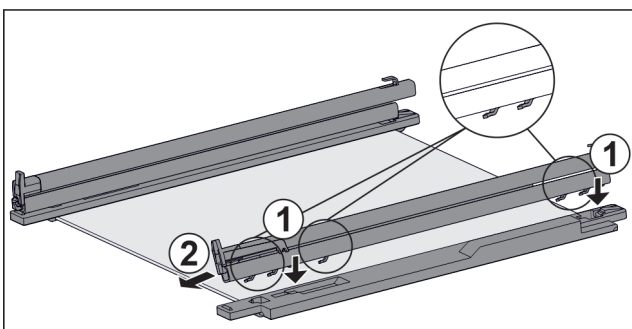

Fig. 131 Glasplaat met rails en vasthouddelen
- ▶ Haken van de rail op de openingen van het **linker** vasthouddeel plaatsen. Fig. 131 (1)
- ▶ Rail naar voren trekken. Fig. 131 (2)
- ▶ Haken van de rail op de openingen van het **rechter** vasthouddeel plaatsen. Fig. 131 (1)